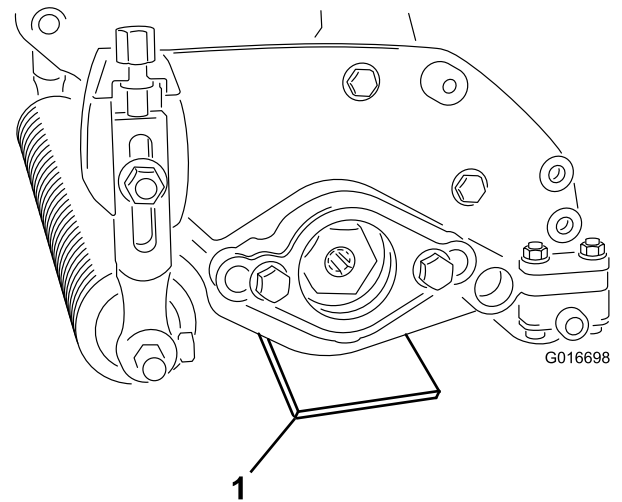

图8
2. 在切根滚刀组的两端，各放置一把所需厚度的调刀尺（图8）。